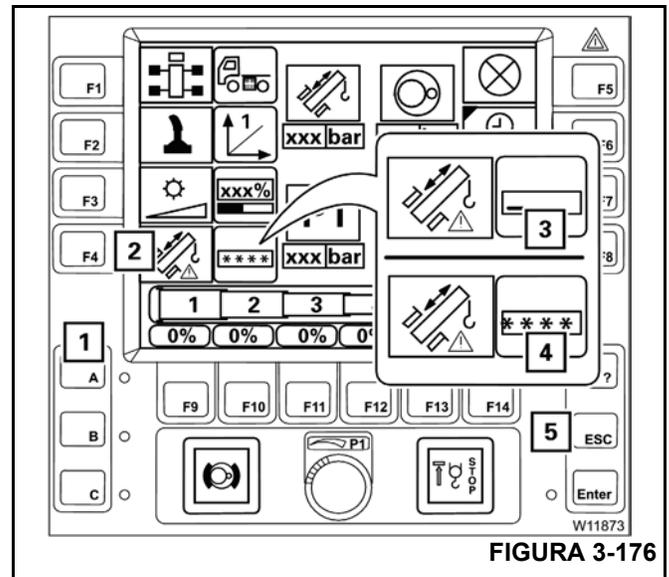

FIGURA 3-176
Consulte Figura 3-176.
2. Además, presione una vez el botón (2, Figura 3-176); aparece el símbolo (3).